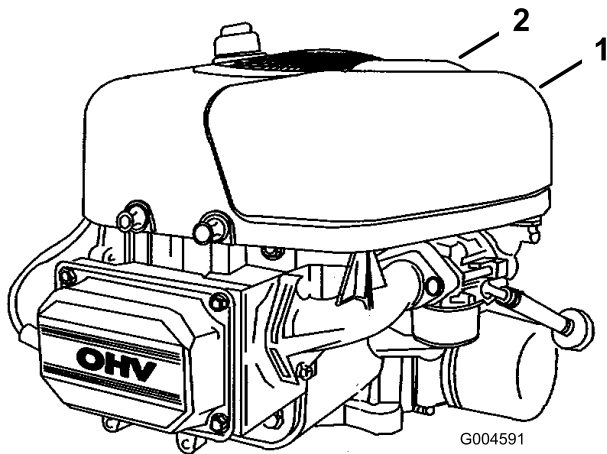

Figure 23
4. Tirez la poignée du couvercle du filtre à air et tournez-la vers le moteur (Figure 23), puis enlevez le couvercle.